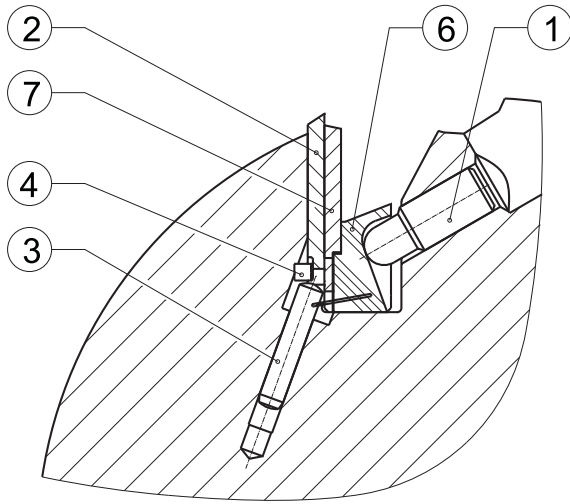

Abb. 2
4. Beim Einsatz von profilierten Spanbrechern (7) darauf achten (s. Abb. 2), dass der zur Profilschneide gehörende Spanbrecher verwendet wird. Der entsprechende Spanbrecher ist mit der Artikelnummer der Profilschneide sowie der Endung "DRB" beschriftet.
(s. Abb. 2, 4 und 8)